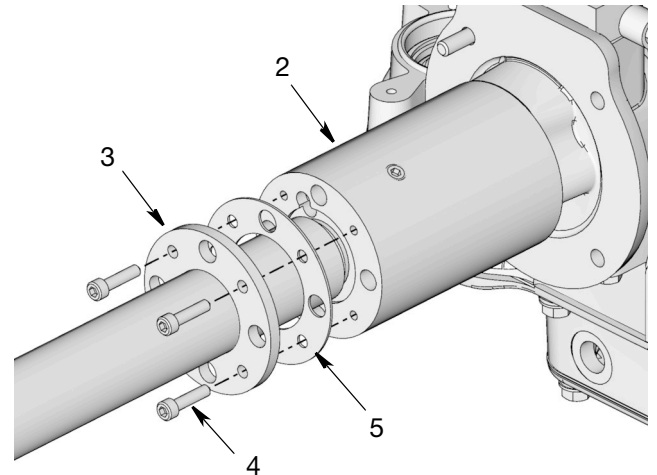

図 49
25. **チューブインチューブモデルのみ:** ガasket (5) とチューブインチューブ (3) を取り付けます。ネジ (4) を使ってチューブインチューブをポンプアダプタ (2) に固定します。ソケットを使ってネジをしっかりと締め付けます (図 49)。7~9 ft-lb (9~12 N•m) のトルクで締めます。